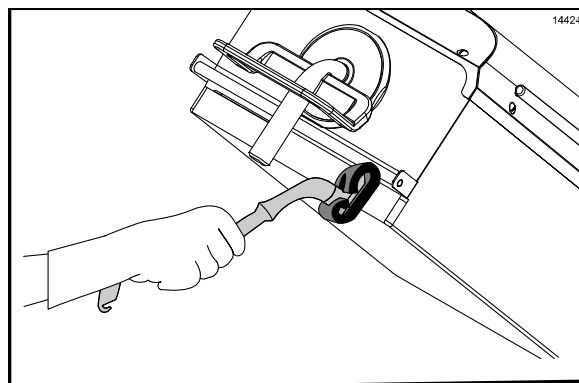

Figure 49
16. Appliquer le **nettoyant pour grill McD haute température (HTGC)** aux côtés avant des plaques en commençant par la plaque de droite, et en terminant par la plaque de gauche (Cf. Figure 49).